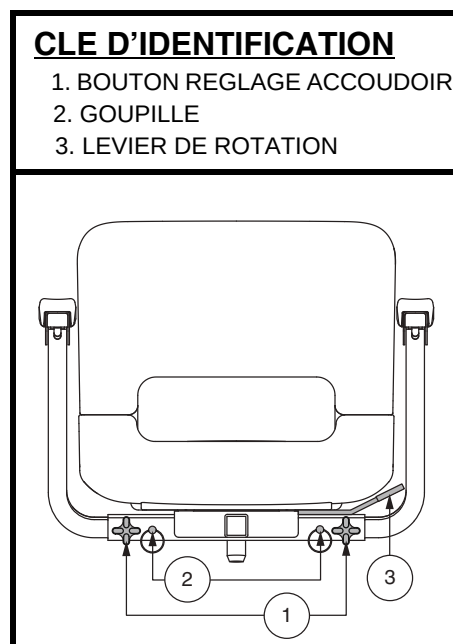

Figure 15. Réglage du siège – Style A
1. En fonction de votre type de siège, soit tirer vers le haut ou pousser vers l'avant le levier de rotation du siège afin de dégager le siège. **Voir la figure 15 ou 16.**